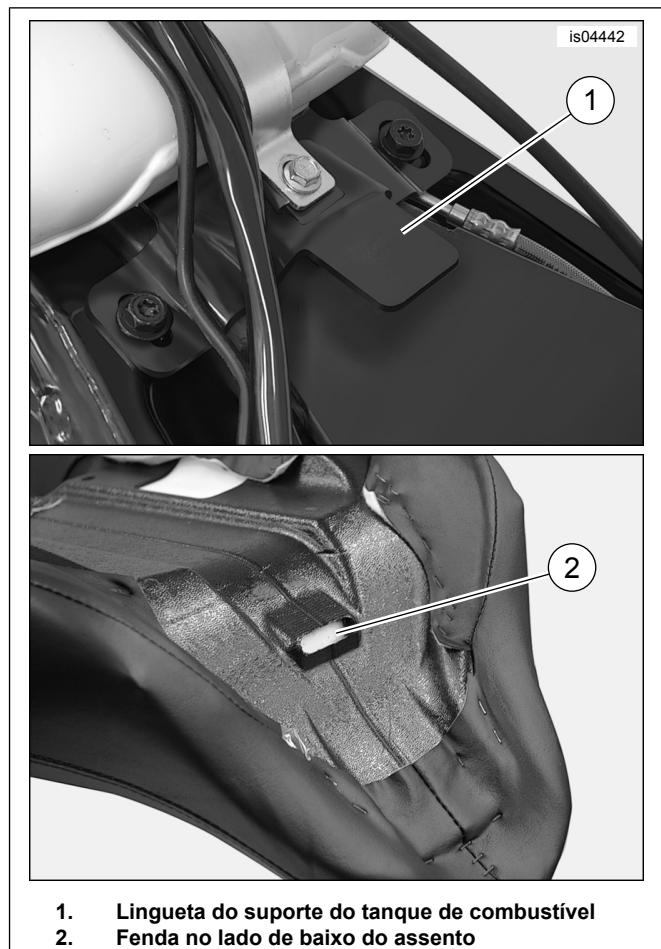

Figura 7. Montagem dianteira do assento
2. Veja a figura 7. Deslize a parte de trás do assento passando pela alça de segurança, partindo da parte da frente, até que a ranhura (2) na parte da frente da parte de baixo do assento fique atrás da lingueta de montagem do assento (1) no suporte traseiro do tanque de combustível.
1. Veja a figura 7. Instale o assento até que a ranhura (2) na parte da frente do lado de baixo do assento fique atrás da lingueta de montagem do assento (1) no suporte traseiro do tanque de combustível.